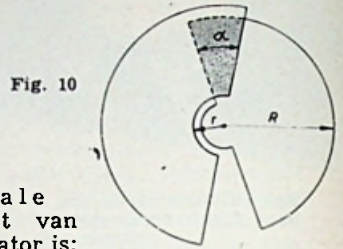

Fig. 10
a) Voor een capaciteitslineaire variabele condensator (dus met halfcirkelvormige platen, zie fig 10) is de capaciteit bij een verdraaiing over een hoek α